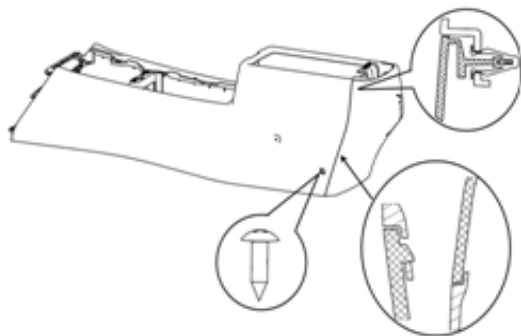

图 1-2-3-15 后饰板总成拆卸步骤 1
①如图 1-2-3-15 所示,用十字螺丝刀松开安装螺钉 (Q2734216F31) (对称结构,共 2 处),用一字螺丝刀沿副仪表板本体和后饰板边缘撬起卡扣及卡脚安装点,小心取下后饰板总成。